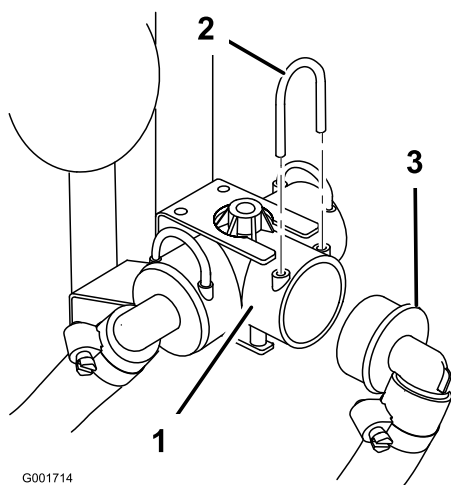

図 7
1. タンク右側のバルブ・アセンブリからリテーナフォークを外して、boom送液ホースを給液 T 字フィッティングから外す (図 7)。